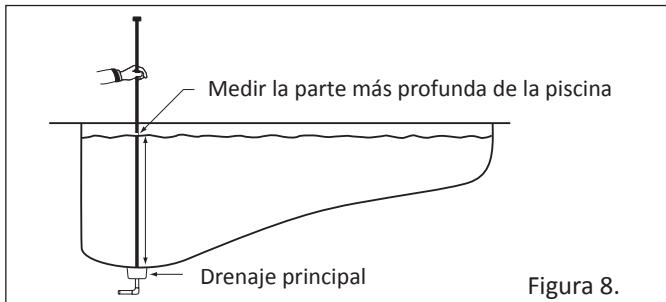

Figura 8.
- Mida la parte más profunda de la piscina. Consulte la Figura 8.